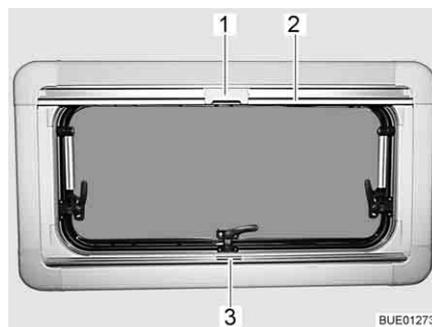

Fig. 83 Ventana abatible
- Sujetar el estor plegable por el centro del agarradero (Fig. 83,3), tirar de abajo a arriba y soltarla a la altura deseada. El estor plegable se queda fijo a esta altura.
- Tirar del agarradero de la mosquitera enrollable (Fig. 83,2) hacia abajo hasta que choque con el agarradero del estor plegable (Fig. 83,3).
- Bloquear el cierre (Fig. 83,1) de la mosquitera enrollable con el agarradero del estor plegable.
- Empujar hacia atrás el cierre (Fig. 83,1) de la mosquitera enrollable por arriba.
- Regresar la mosquitera enrollable lentamente en el agarradero (Fig. 83,2).